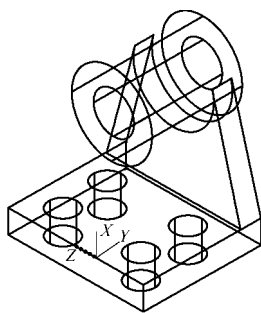

图 13-21 新建 UCS
13) 新建 UCS。新建 UCS，如图 13-21 所示（将原 UCS 移动到对应边的中点，绕 X 周旋转 90° ）。